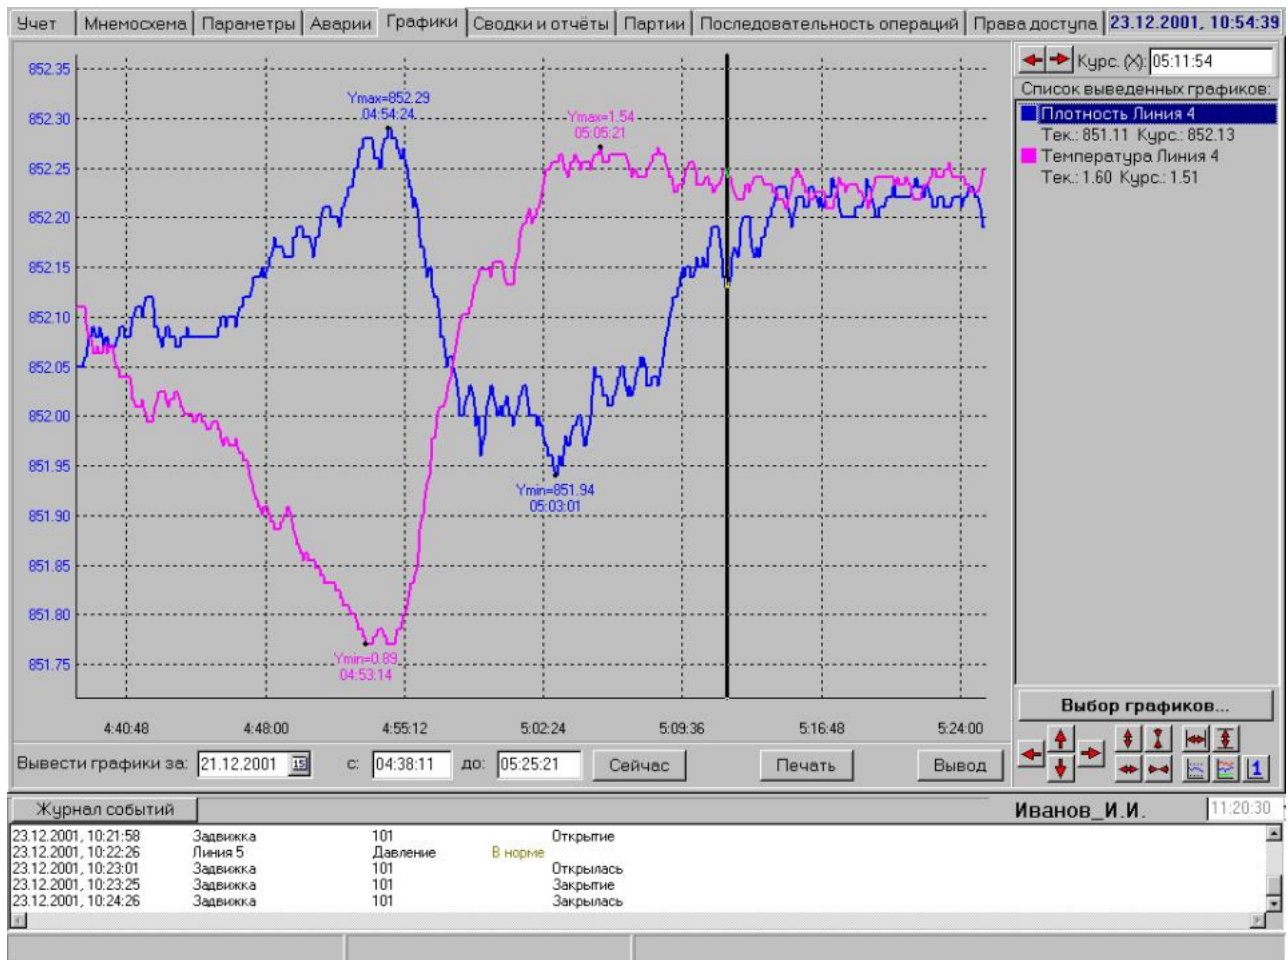

Рис. 27
3.9.1 Экран (Рис. 27) отображает графики изменения во времени (тренды) выбранных учетных параметров.